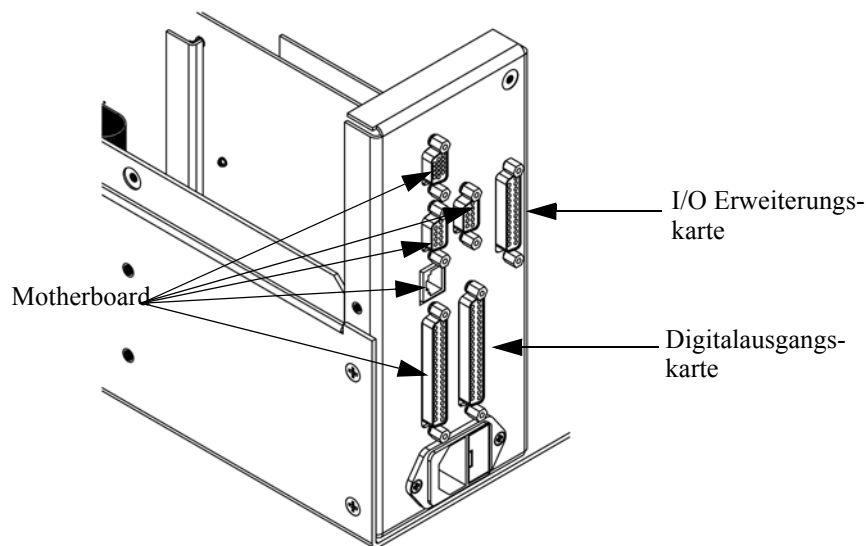

Abb. 7-20. Anschlüsse auf der Geräterückseite
3. Anschließend die beiden Halterungen, mit denen der Stecker der I/O-Erweiterungskarte auf der Geräterückseite befestigt ist, entfernen (Abb. 7-20).
4. Mit Hilfe des Steckschlüssels die beiden Halterungen, mit denen die Karte auf der Rückseite befestigt ist, entfernen (Abb. 7-20).